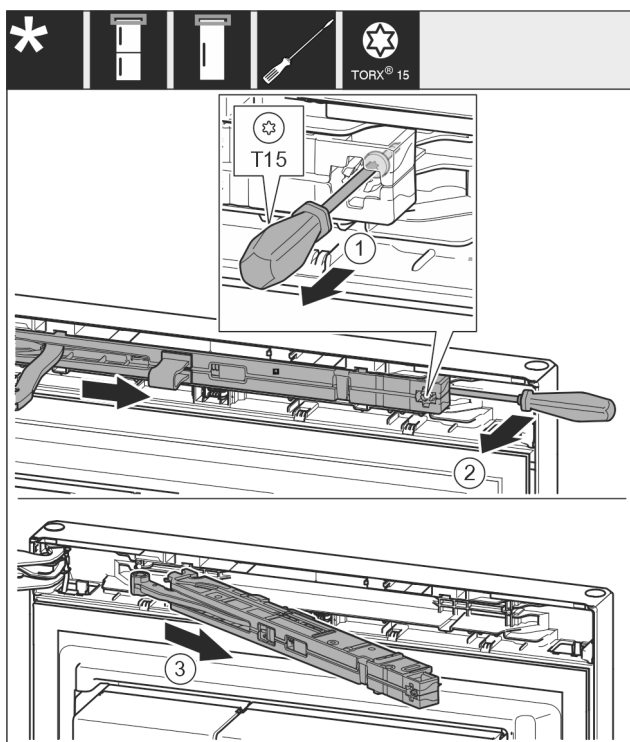

Fig. 11
- ▶ Lossa skruven på stängningsdämparen med en skruvmejsel T15 ca. 14 mm. Fig. 11 (1)
- ▶ Sätt in en skruvmejsel bakom stängningsdämparenheten och vrid enheten framåt. Fig. 11 (2)
- ▶ Dra ut stängningsdämparenheten. Fig. 11 (3)